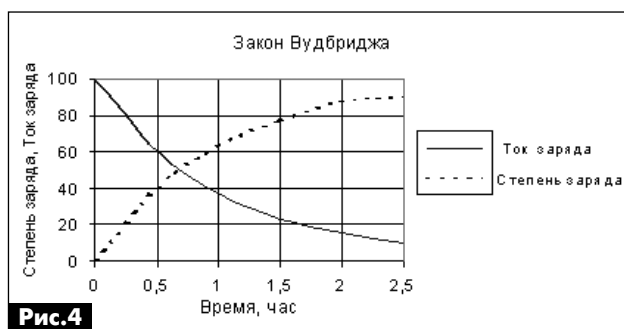

Рис.4
**\*Примечание редактора.** Закон Вудбриджа, который называют также «законом ампер-часов», был сформулирован в 1935 году. Он гласит: сила зарядного тока аккумулятора в амперах не должна превышать величину заряда в ампер-часах, недостающего до полной емкости аккумулятора. Т.е. если АКБ емкостью 100 Ач заряжена на 80%, то мгновенное значение тока заряда не должно превышать 20 А. По мере зарядки АКБ ток заряда по этому закону должен уменьшаться по экспоненте (**рис.4**).